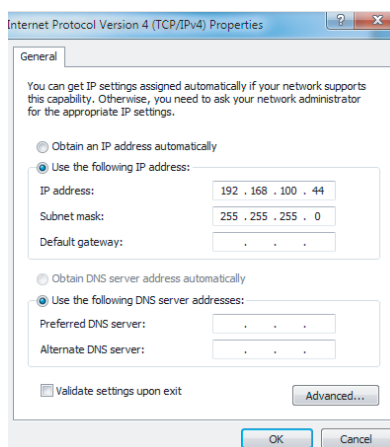

Figura 8.
- Abra a página *Internet Protocol TCP/IP Properties* (**Figura 8**). Se a opção “*Use the following IP address*” for selecionada e um endereço IP listado for exibido, isso indicará que o endereço IP local é um endereço IP estático. Caso contrário, seria um endereço IP dinâmico, que exigirá a configuração de um endereço IP estático.
Digite **"ipconfig"** e toque em **"ENTER"**, o endereço IP dinâmico será exibido. Utilize esse endereço IP como o endereço IP na página Internet Protocol TCP/IP Properties (Figura 8) para concluir a configuração do endereço IP estático. Consulte o administrador de rede local para obter mais detalhes.